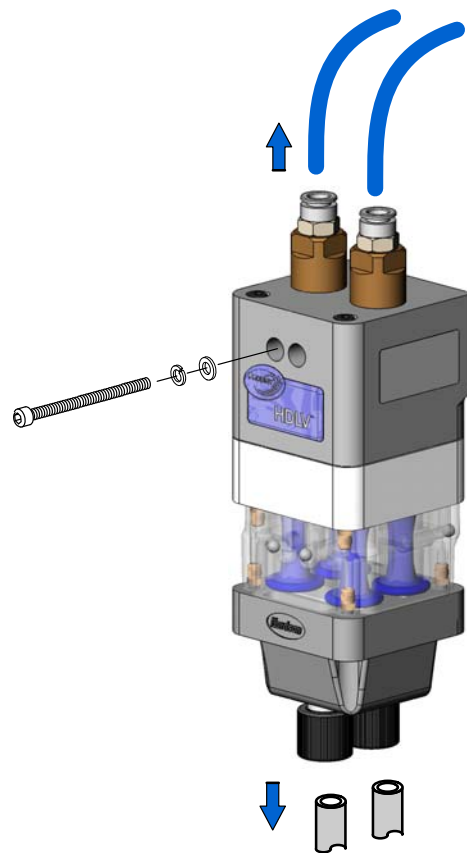

Figure 6-4 Préparation du démontage
1. Voir la figure 6-4. Débrancher les conduites d'air de purge du dessus de la pompe.